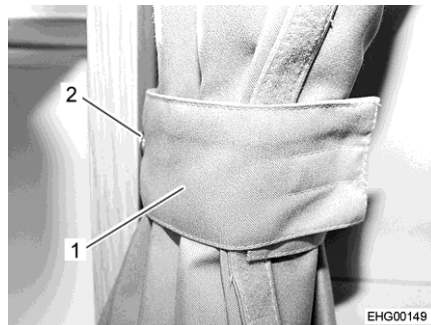

Bild 9 Mörkläggningsgardin, säkrad
- Säkra mörkläggningsgardinen med omtag (Bild 9,1) och tryckknapp (Bild 9,2).